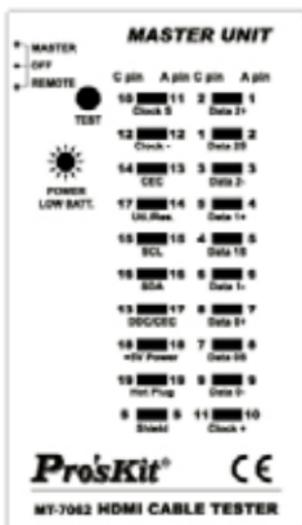

Fig. 2 Recto
- **Recto:** con un pitido largo: significa que las clavijas 1 a 19 y la clavija S están bien conectadas (Fig. 2)